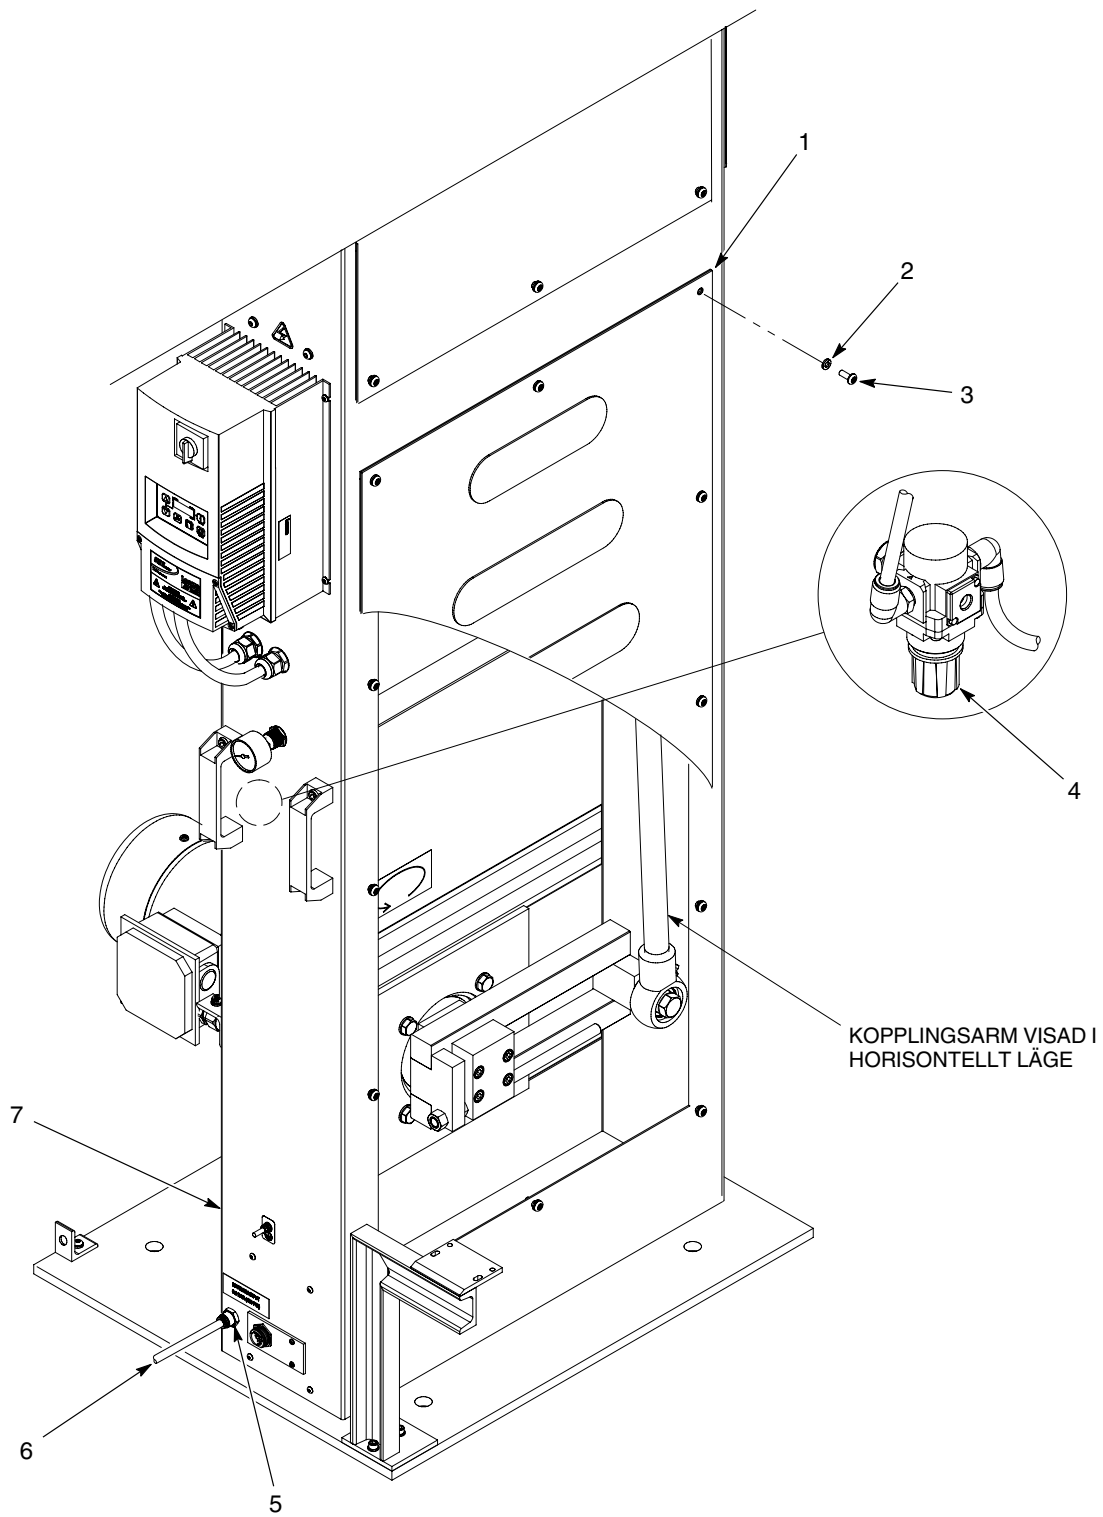

Bild 8 Anslutning av tryckluft
1. Se bild 8. Anslut en 8 mm tryckluftssläng (6) till tryckluftskopplingen (5) på oscillatoren (7).